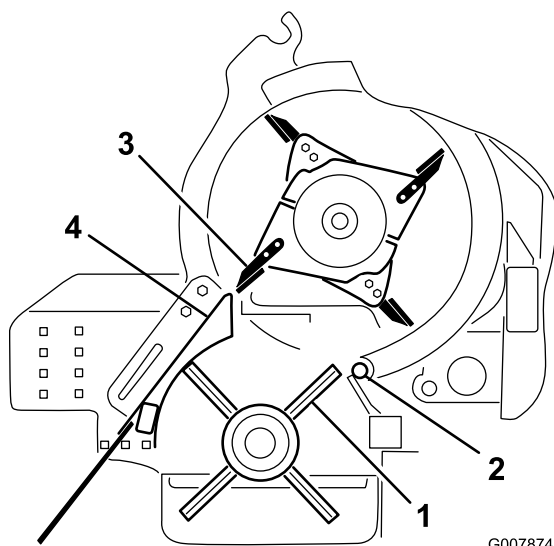

Figura 61
- Rode a polia da escova até que a coluna da escova esteja alinhada com o canto rotativo (Figura 61).
5. Rode o cortador até que a ponta da lâmina esteja alinhada com a parte exterior da estrutura da escova (Figura 61).